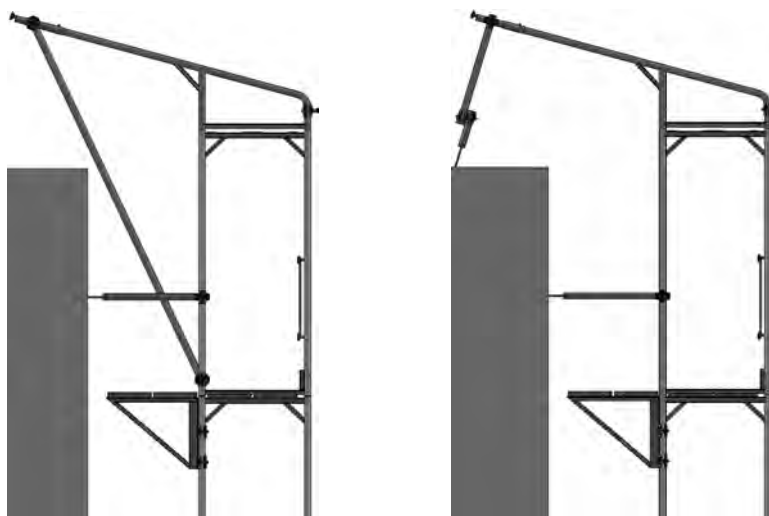

Figure 54: Toiture provisoire d'acrotère avec rallonge
Si la toiture provisoire d'acrotère pluie ne dépasse pas suffisamment du bord du toit, par exemple parce que des consoles ont été ajoutées, il est possible d'utiliser des rallonges (S675.271). Insérer les rallonges dans les cadres protection pluie et les fixer avec des goupilles de fermeture (S560.001). Relier les barres horizontales supérieures aux rallonges. Fixer les bâches d'échafaudage comme décrit ci-dessus. Si des rallonges sont utilisées, celles-ci doivent être renforcées en surplus. Chaque rallonge doit être ancrée au toit ou raccordée au cadre avec des tubes et des colliers (voir fig. 54).
- Si des rallonges sont utilisées, un support supplémentaire est nécessaire vers la façade/toit ou vers le cadre d'échafaudage (résistant à la traction et à la pression figure 54).